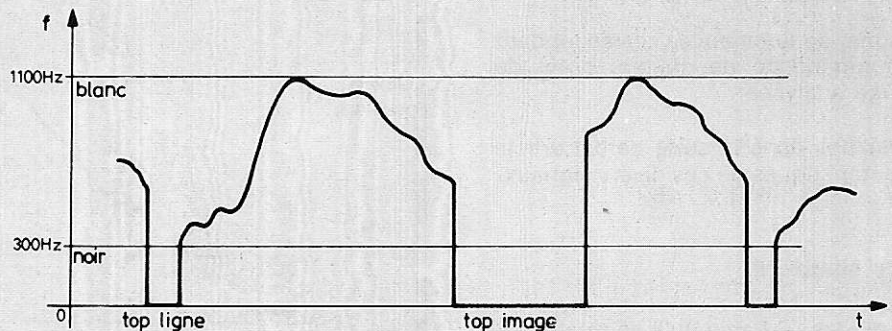

Figure 4
- la fréquence de la porteuse ou de la sous-porteuse correspondant au niveau infra-noir de synchronisation, on code le noir par un ΔF de 300 Hz et le blanc par un ΔF de 1 100 Hz. L'information vidéo se trouve donc dans une plage allant de ΔF 300 Hz à ΔF 1 100 Hz (voir figure 4).